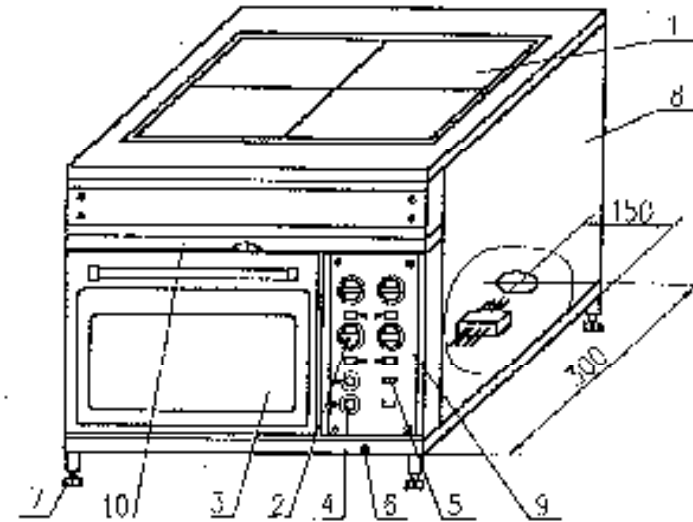

Рисунок 1-Общий вид плиты
4.1 Общий вид плиты приведен на рис. 1.